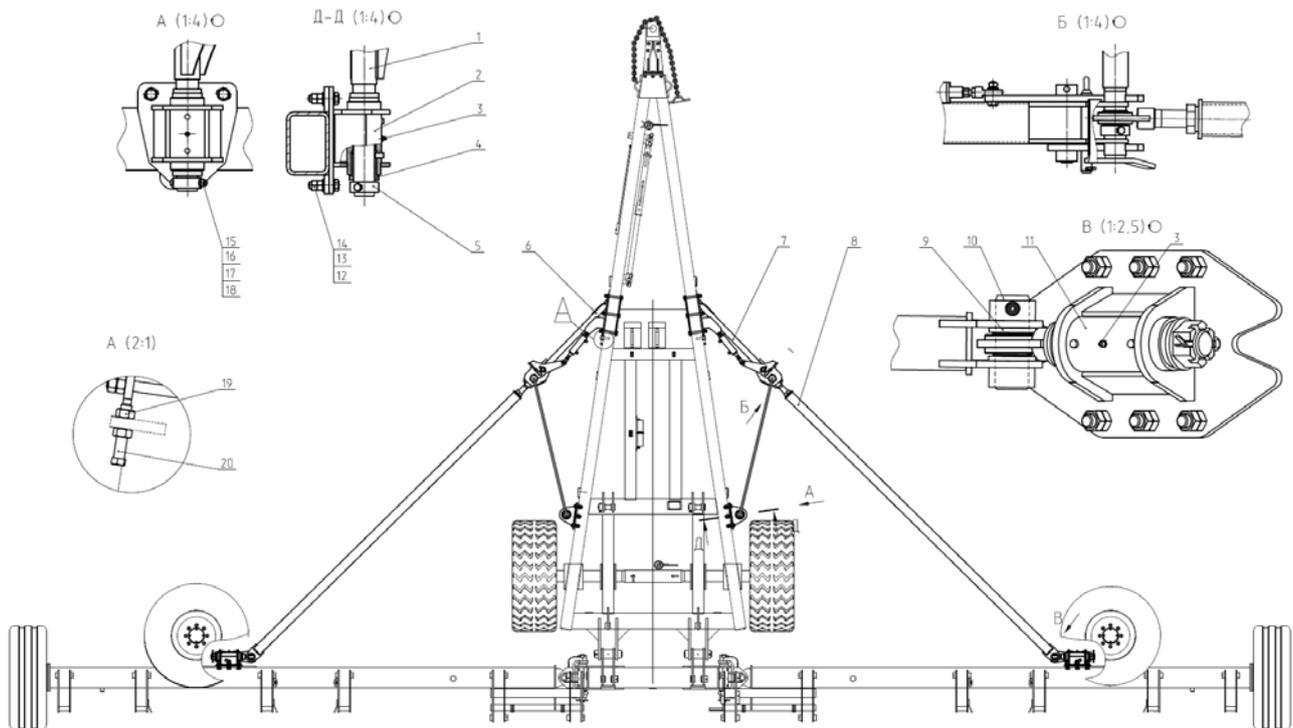

Рис.7 КБП10 04.000 Механизм растяжек.
2.5 Механизм растяжек (Рис.7) служит для удержания боковых балок в рабочем положении и удобном переводе культиватора из рабочего положения в транспортное и наоборот. Механизм состоит из двух водил 1, двух стаканов 6,7, двух растяжек 8, двух стаканов 2 и двух корпусов 11.